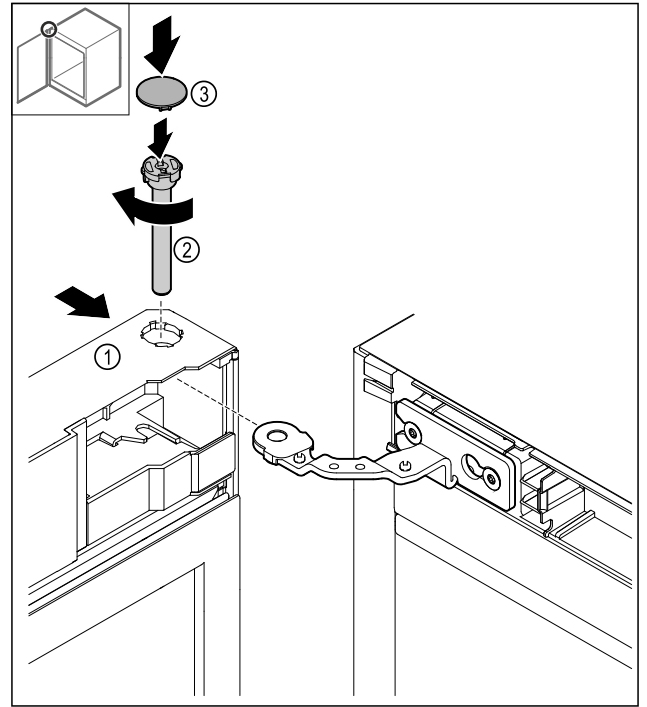

Fig. 48
- ▶ Насуньте двері Fig. 48 (1) на шарнір у напрямку згори донизу.
- ▶ Вставте палець Fig. 48 (2) і затягніть його за годинниковою стрілкою.
- ▶ Установіть кожух Fig. 48 (4).